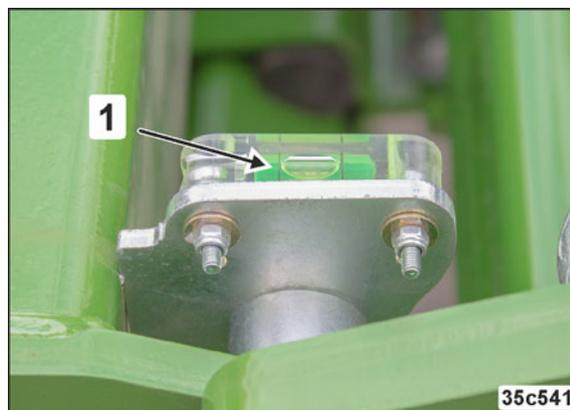

Fig. 160
2. Den Traktor-Unterlenker so einstellen, dass die Horizontallibelle (Fig. 160/1) am Scharrahmen waagrecht zeigt.